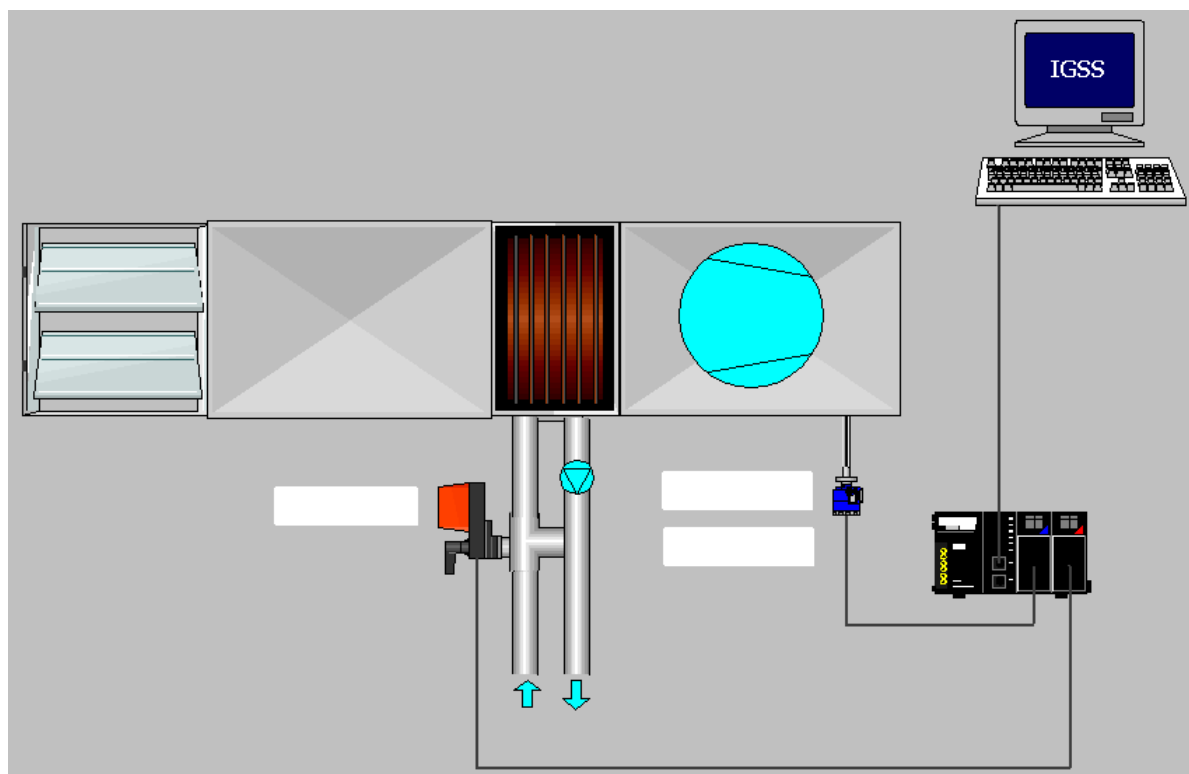

Рис. 4. — Мнемосхема объекта управления в IGSS
- 5 При помощи стандартной графики IGSS создадим мнемосхему объекта управления рис. 4.